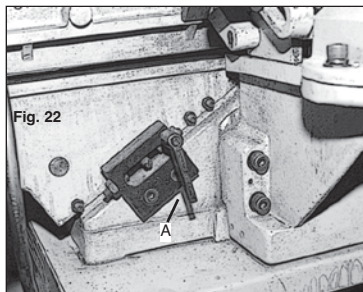
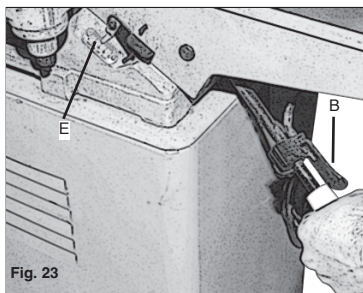
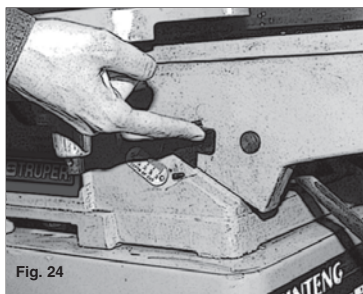

Fig. 22
Fig. 23
Fig. 24
1. Para subir o bajar la mesa de alimentación, afloje la manija seguro de la mesa (A) Fig. 22, la cual se encuentra atrás de la mesa de alimentación y presione la manija seguro (B) Fig. 23 que se encuentra montada en la palanca de ajuste (C) Fig. 23
2. Suba o baje la mesa de alimentación con la palanca de ajuste (C) Fig. 23.
3. **IMPORTANTE:** Cuando se esté bajando la mesa de alimentación, el tope de profundidad (D) Fig. 24 detendrá automáticamente la mesa a 3 mm (1/8") de profundidad de corte. Para mover la mesa mas allá de este punto, el tope de profundidad debe ser elevado al mismo tiempo que la mesa de alimentación se está bajando. Siempre asegúrese de que la manija seguro (A) Fig. 22 y (B) Fig. 23 estén apretadas antes de operar la canteadora. Las manijas seguro tienen acción de resorte y pueden ser reposicionadas jalando hacia fuera la manija y reposicionándola en la tuerca estriada localizada bajo el centro de la manija.
4. La profundidad de corte en la mesa de alimentación (posición de la mesa en relación con el círculo de corte) es indicada en la escala (E) Fig. 23.